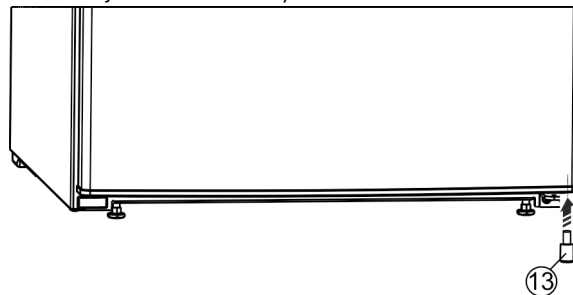

Fig. 26 *
- ▶ A távtartót Fig. 26 (13) helyezze vissza az ajtó jobb alsó részéhez, mivel ez fontos a készülék stabilitásához.*